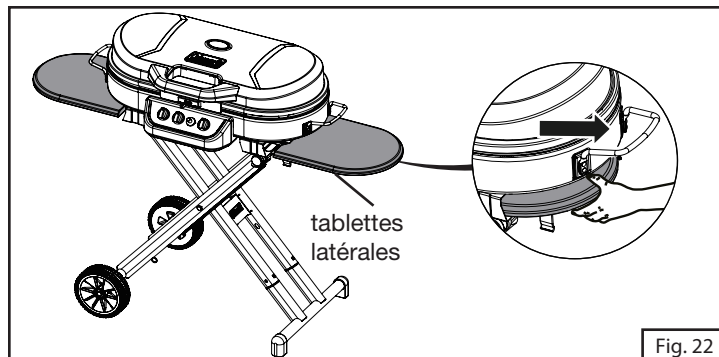

Fig. 22
1. Tenez fermement les tablettes latérales et tirez-les pour les sortir complètement de dessous le gril. (Fig. 22)